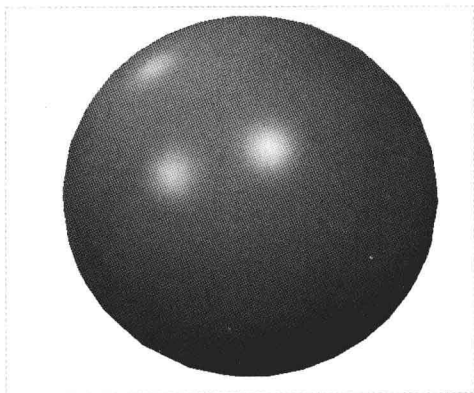

图 10-61 镜像曲面
Step 04 单击“应用并保存在工具中所做的所有更改，然后关闭工具操控板”按钮，即可镜像曲面，如图 10-61 所示。